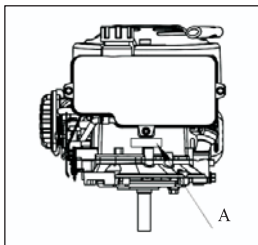

Figure. 15 A : Emplacement du numéro de série
13.1 EMPLACEMENT DU NUMÉRO DE SÉRIE (Voir la figure 15)